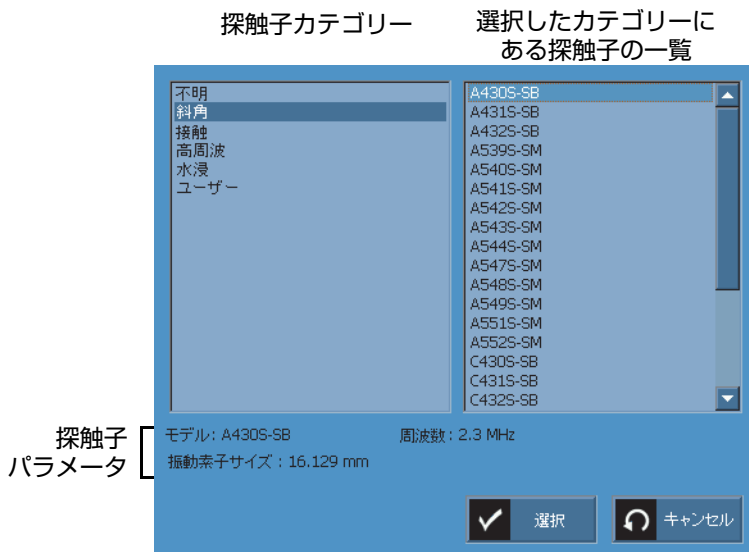

図 4-2 探触子選択ダイアログボックス
3. **探触子**で、定義済みの一覧から使用する探触子を選択します（110 ページの図 4-2 参照）。